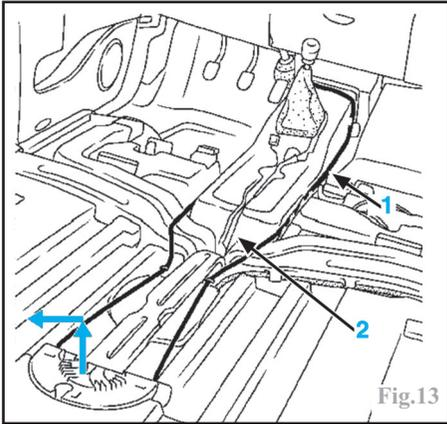

Fig.13
-le conduit de dégivrage avant, après avoir dégagé l'antenne de démarrage (1) (sur véhicule avec accès main libre) et le faisceau électrique (2) (Fig.13).
Dégager le conduit de dégivrage en le déboîtant d'abord par l'arrière (flèches) (Fig.13).